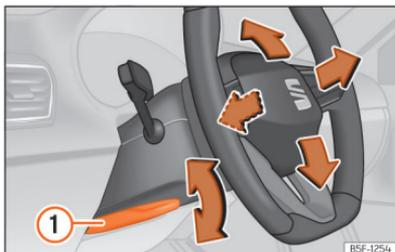

Abb. 65 Hebel auf der linken unteren Seite der Lenksäule.
- Hebel >>> [Abb. 65] ① nach unten schwenken, Lenkrad in die gewünschte Position bringen und Hebel wieder bis zum Schließpunkt nach oben drücken.
- Den Hebel >>> [Abb. 65] ① nach dem Einstellen immer fest nach oben schwenken, damit das Lenkrad während der Fahrt nicht unbeabsichtigt seine Position verändert.